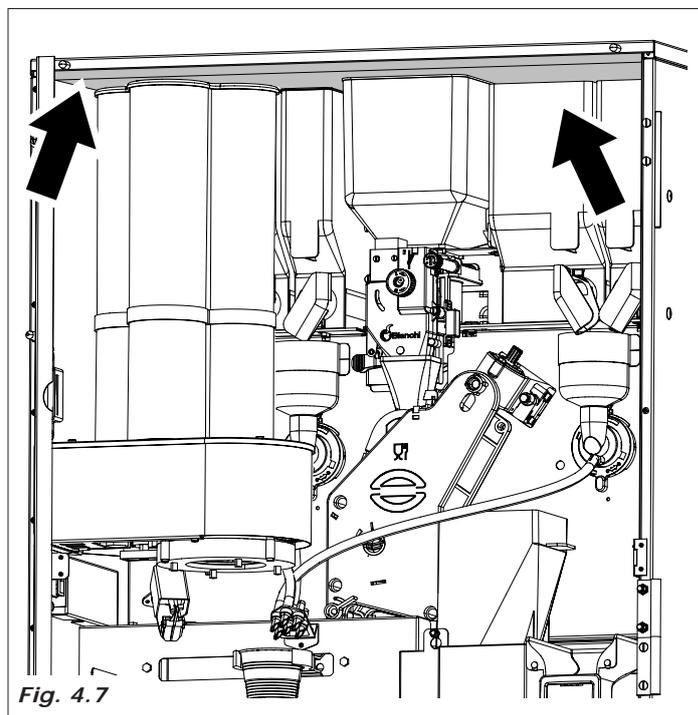

Fig. 4.7
– tirar o poliestiroló que bloqueia os recipientes produtos (Fig.4.7)